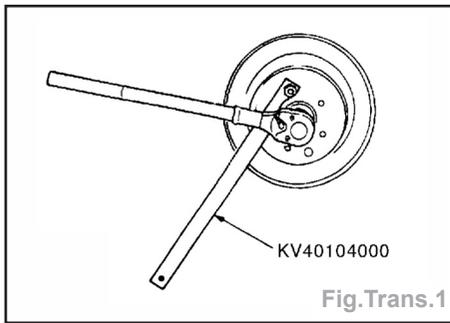

Fig. Trans.1
- Utiliser une clé pour écrou de moyeu pour déposer l'écrou (fig.Trans.1).
- Utiliser une clé pour écrou de moyeu pour déposer l'écrou (fig. Trans.1).